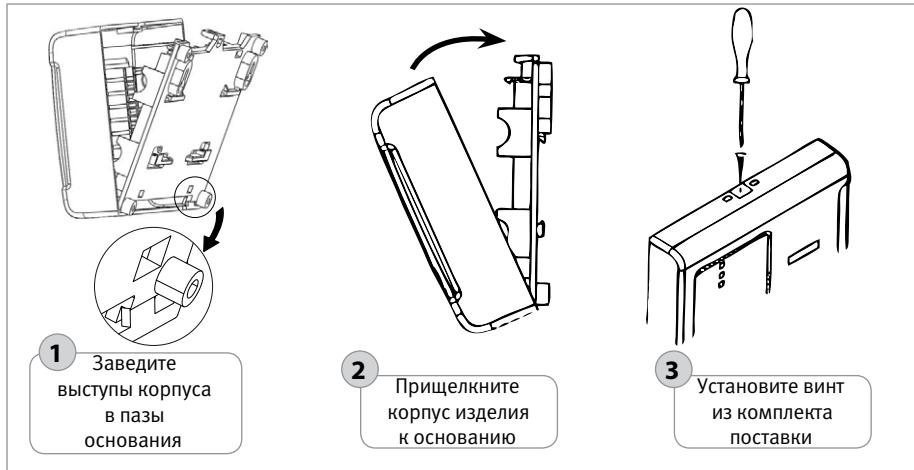

Рисунок 22.
- 1.1.5. Установите крышку изделия в порядке, указанном на рис. 22.
- 1.2.6. Установите крышку изделия в порядке, указанном на рис. 22.